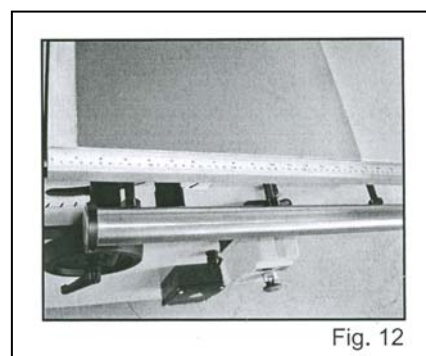

Fig. 12
4. Вставьте шпильки в стол (см. рис. 12). Закрепите их с помощью шестигранных гаек (M12-1,75), предварительно с каждой стороны установив запорные и плоские шайбы.